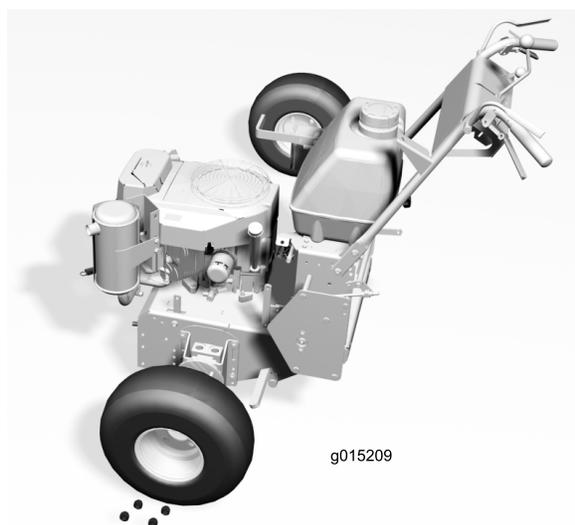

Figura 1
2. Togliete entrambe le ruote dal trattore (Figura 1).